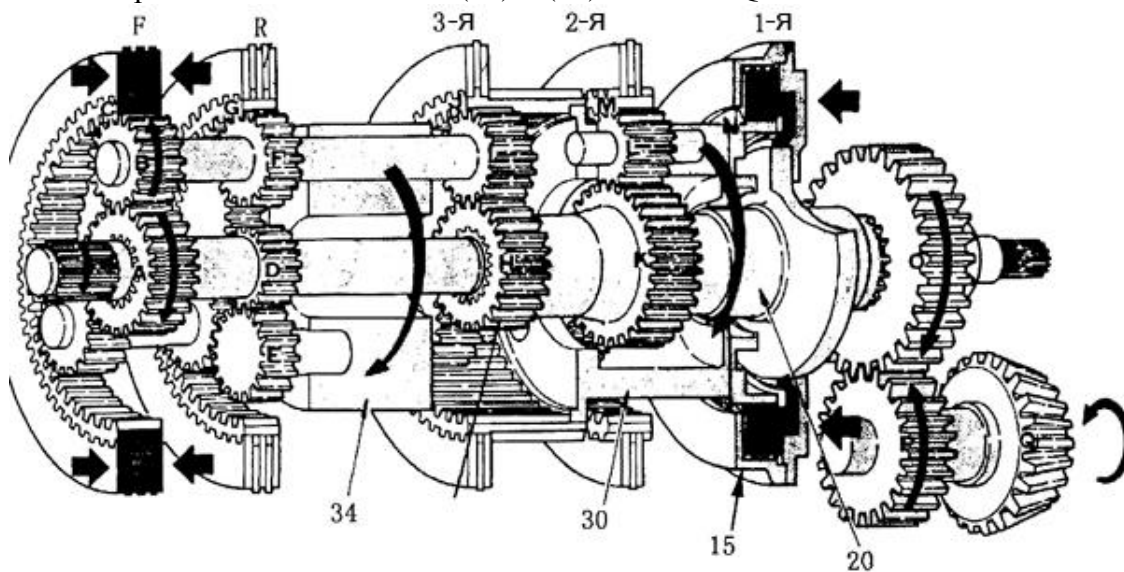

Рис. 5-31
(1) Передний ход, 1 скорость (см. Рис. 5-31)